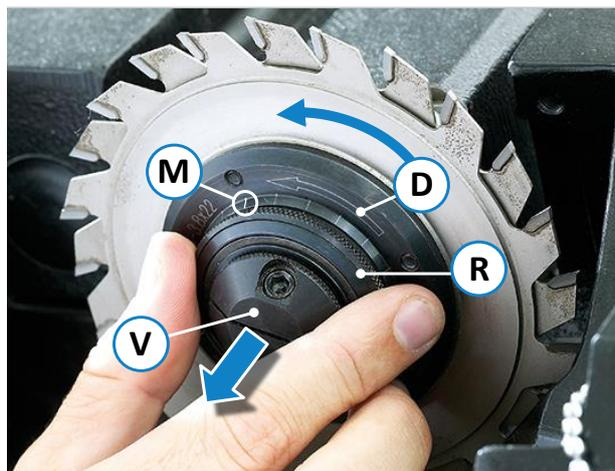

Figure 76 : dispositif de réglage « Quickstep » pour inciseur
- Placer les lames de scie sur les boulons des brides, en respectant le sens de rotation (D), voir ⇒ Figure 76.
- Les dents doivent se trouver les unes derrière les autres et dans le sens de rotation (D).
- La vis moletée (R) doit être correctement enclenchée.